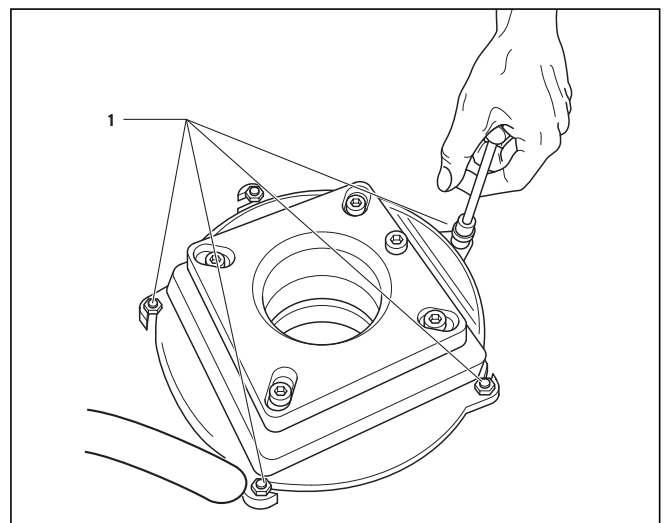

Abb. 7.6 Lösen der Flansch-Muttern
- Entfernen Sie die Prallschale (2) (siehe Abb. 7.6) mit dem Haken der beigegefügt Kondensat-Ablaufbürste und säubern Sie die Prallschale.